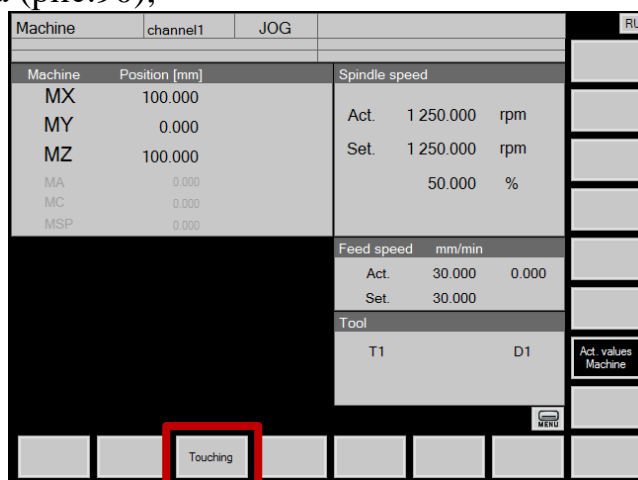

Рис.90. Кнопка «Touching»
4. На пульте управления нажать кнопку «Touching» в горизонтальном ряду кнопок экрана (рис.90);